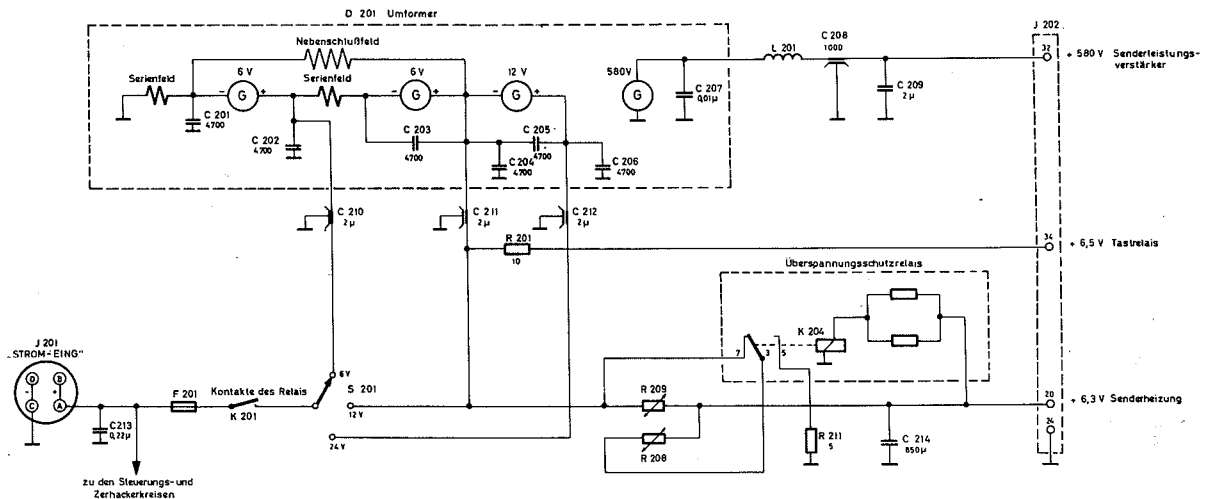

Bild 84 Stromversorgungsgerät DY-88/GRC-9, Schaltbild des Umformers
b) Stromkreis. Die Batteriespannung wird dem Umformer über die Sicherung F 201, über die geschlossenen Kontakte des Umformer-Startrelais K 201 und den Spannungswahlschalter S 201 zugeführt (Bild 84).
d) Der Hochspannungsausgang des Umformers wird auf den Stützpunkt 32 des Steckers J 202 geleitet und der Anode des Leistungsverstärkers zugeführt, wenn Schalter E in Stellung „SENDEN U. EMPF.“ steht (Bild 84). Die Röhre V 102 erhält Anodenstrom, wenn die Kontakte 9 und 10 des Relais K 101 sich schließen (Bild 78 und 79).
5.4.7 Stromversorgung für die Senderheizung und das Tastrelais (Bild 84)
c) Alle Wicklungen haben ein gemeinsames Feld. Somit können die Wicklungen als Motor- oder Generatorwicklungen verwendet werden. Steht Schalter S 201 (Bild 84) in Stellung 6 Volt, dann treibt die erste 6-Volt-Wicklung den Motor, und die zweite 6-Volt-Wicklung arbeitet als Spannungserzeuger (etwa 6 Volt), die mit der 6-Volt-Batteriespannung in Serie liegt und etwa 12 Volt Gleichspannung ergibt. In 24-Volt-Stellung des Schalters S 201 ist die Spannung an den zwei in Serie geschalteten 6-Volt-Wicklungen annähernd 12 Volt. In jeder Stellung des Schalters S 201 (6-, 12-, oder 24-Volt) beträgt die Spannung bei zwei 6-Volt-Wicklungen des Umformers etwa 12 Volt, die durch die Eisenwasserstoffwiderstände R 208 und R 209 für die Heizung des Senders auf 6,3 Volt reduziert wird. Über- und Unterspannung der Fahrzeugbatterie wird durch den Umformer und die Eisenwasserstoffwiderstände ausgeglichen, somit erhalten die Senderröhren die erforderliche Heizspannung. Bei 12-Volt-Betrieb ist der Heizkreis über die Eisenwasserstoffwiderstände R 208 und R 209 mit der Batterie verbunden.